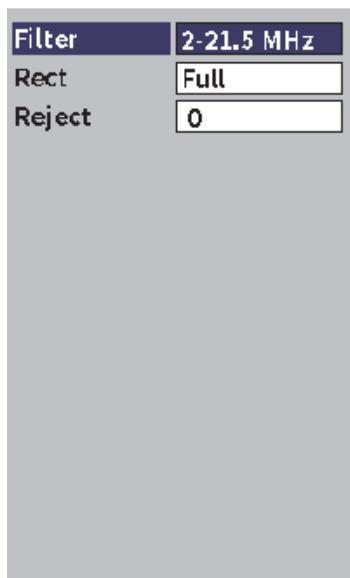

図 6-4 レシーバーダイアログボックス
2. Enter キーを押してレシーバーダイアログボックスを表示します (90 ページの図 6-4 参照)。